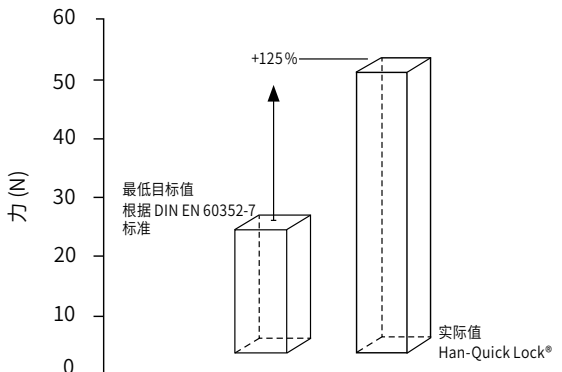

图 VIII-4: 电缆截面积为 0.5mm^2 时的导线拉出力
- 导线保持力: 大大超过了 DIN EN 60352-7 中规定的最低要求值 (参见图 VIII-4)。